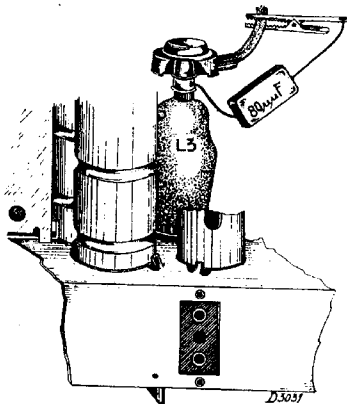

Fig. 3
8. 2e M.F.-kring verstemmen met 80 $\mu\mu\text{F}$ (fig. 3) en S24 van 1e M.F.-kring afregelen (fig. 4).